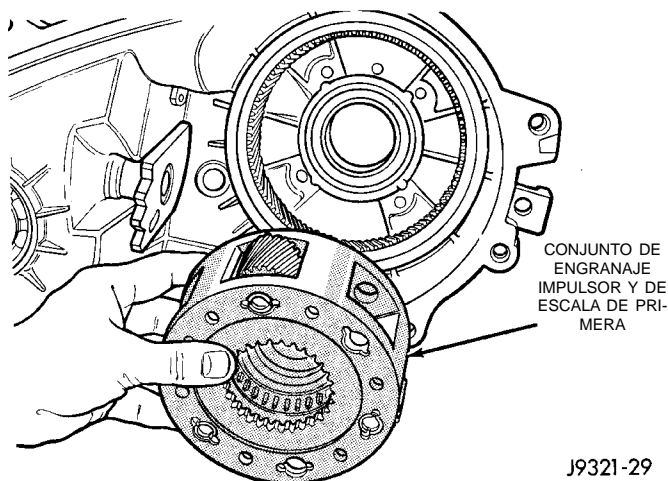

Fig. 37 Desmontaje del conjunto del engranaje impulsor y de escala de primera
(5) Retire el conjunto de engranajes impulsor y de escala de primera (Fig. 37).